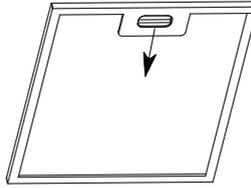

Fig. 28
- Retirar um filtro de cada vez, segurando por baixo com uma das mãos e puxando a trava em direção à parte posterior da coifa ou do filtro [fig.28].